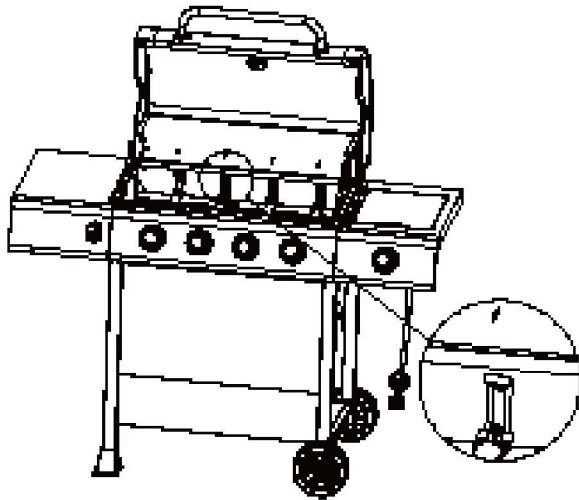

Figura 1
3. Retire los pasadores de chaveta en la parte posterior de los quemadores para separar los quemadores de soportes como se ilustra en la Figura 1.